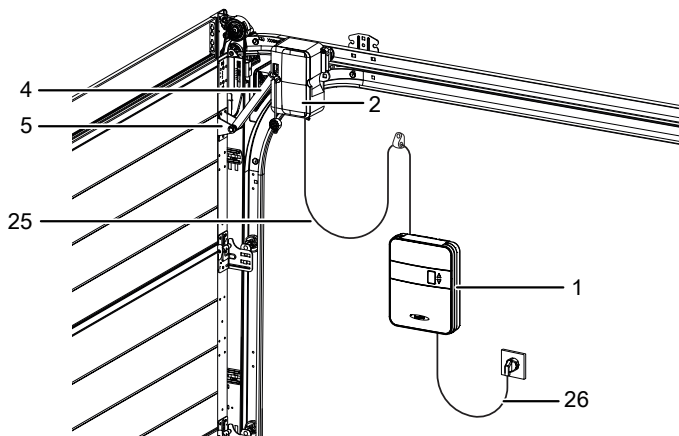

Fig. 1: Produktöversikt – monterad
Vid garageportar med en gångdörr måste en gångdörrskontakt (tillbehör) installeras och anslutas till motorhuvudet (2) (bild 12a). Lossa skyddets skruvar på motorhuvudet (2) och ta av skyddet (bild 12b). Bryt ut blindstycket på sidan av motorhuvudets hus med en tång (bild 12c). Dra anslutningskabeln längs spakarmen (4) och fixera den med buntband. Se till att kabeln kan röra sig tillräckligt (bild 12d). Anslut gångdörrskontaktens kabel till klämblocket (bild 12e). Placera skyddet på huset igen och skruva fast det (bild 12f). Avlägsna efter gångdörrskontaktens installation 8k2- motståndet på klämma G i styrenheten. Se även bild 1 i kapitel „Översikt anslutningsschema“.